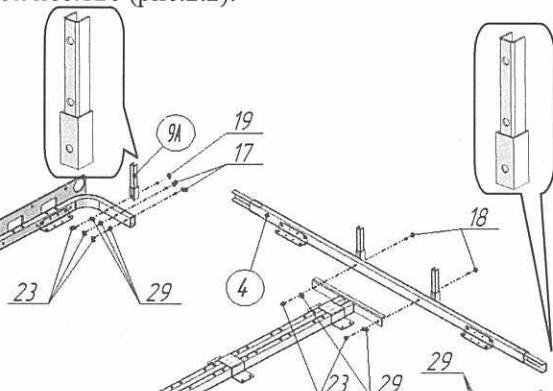

Рис.2.1
1. Закрепить штангу продольную поз.3 между штангами поперечными поз.4,5, используя винты M6x35 поз.18, гайки M6 со стопорным кольцом поз.23, шайбы Ø6x18 стальные поз.29 (рис.2.1). Присоединить левую и правую рамы кровати поз.1,2 к штангам поперечным поз.4,5, используя винты M6x30 поз.17, гайки M6 со стопорным кольцом поз.23, шайбы Ø6x18 стальные поз.29. Присоединить стойки со вкладышем поз.9A к рамам левой и правой, расположив в соответствии с рисунком 2.1, используя винты M6x50 поз.19, гайки M6 со стопорным кольцом поз.23, шайбы Ø6x18 стальные поз.29.